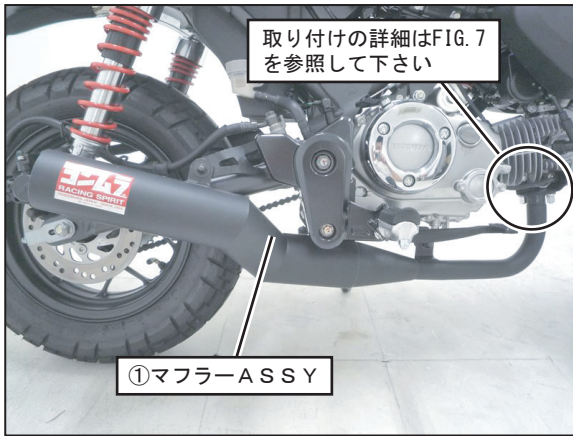

FIG. 6
6. 純正エキゾーストガasketを新品に交換し、①マフラーASSYをエンジンの排気ポート部に⑩ロングフランジナットM8を使用して仮締めして下さい。(FIG. 6, 7参照)